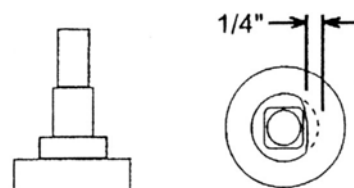

FIGURE 24
Au bout d'une heure d'utilisation de la tondeuse, vérifier que cet embrayage ne chauffe pas. Par la suite, le vérifier une fois par semaine ou à chaque fois qu'il chauffe trop. Pour le régler, serrer les boulons d'un huitième de tour (maximum) à la fois. Voir **Figure 24** pour la dimension minimum..
3. Faire une marque sur les plaques comme indiqué à la **Figure 24**.